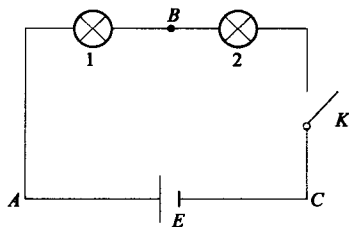

图 1-3 电路的状态
电路有三种状态，我们通过图 1-3 所示的电路来说明。
(1) 通路：即开关 S 闭合，构成闭合回路，电路中有电流流过。
(2) 开路：开关 S 断开或电路一处断开，被切断的电路中没有电流流过，开路也称为断路。
(3) 短路：在图 1-3 中，若 A 、 B 两点用导线直接接通，则称为负载 1 被短路。若 A 、 C 两点用导线直接接通，则称为负载全部短路，或称为电源被短路。短路也称捷路，此时电源提供的电流将比通路时大很多倍，因而一般不允许短路。